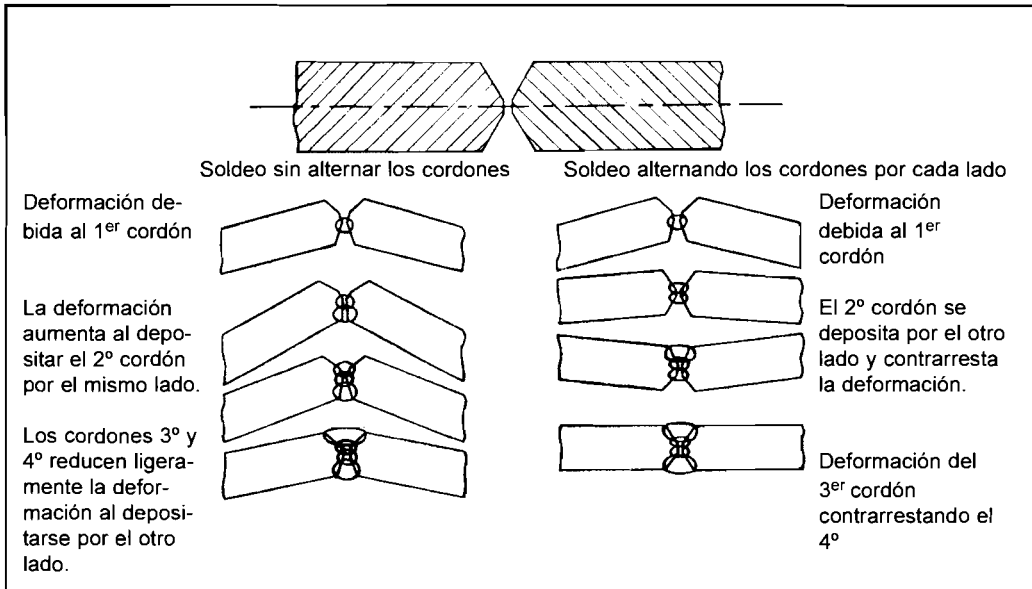

FIGURA 21.7: UNIÓN EN V DOBLE SIMÉTRICA. ALTERNAR LOS CORDONES POR AMBOS LADOS
- En las uniones en V o U doble simétricas se deberá realizar el soldeo como indica la figura 21.7, alternando los cordones de soldadura por ambos lados de la unión. Cuando se resane, también deberá realizarse de